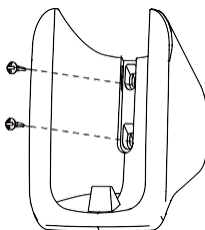

Figura 2.3
1) Utilize os parafusos (acessórios) para instalar e fixar o suporte do comando remoto de forma estável (ver Figura 2.3);